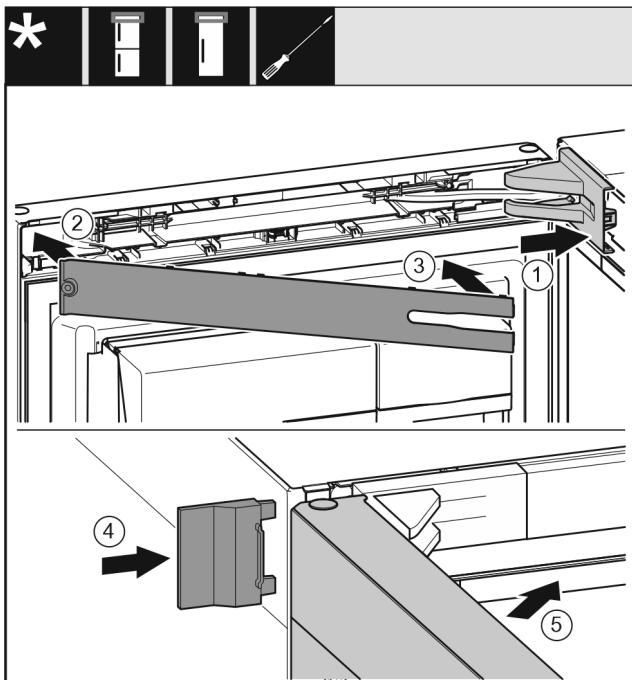

Fig. 54
- Lagerbockabdeckung Fig. 54 (1) aufsetzen und einrasten, ggf. vorsichtig auseinanderdrücken.
- Blende Fig. 54 (2) aufsetzen.
- Blende Fig. 54 (3)
- Äußere Abdeckung Fig. 54 (4) aufschieben.
- Obere Tür Fig. 54 (5) schließen.